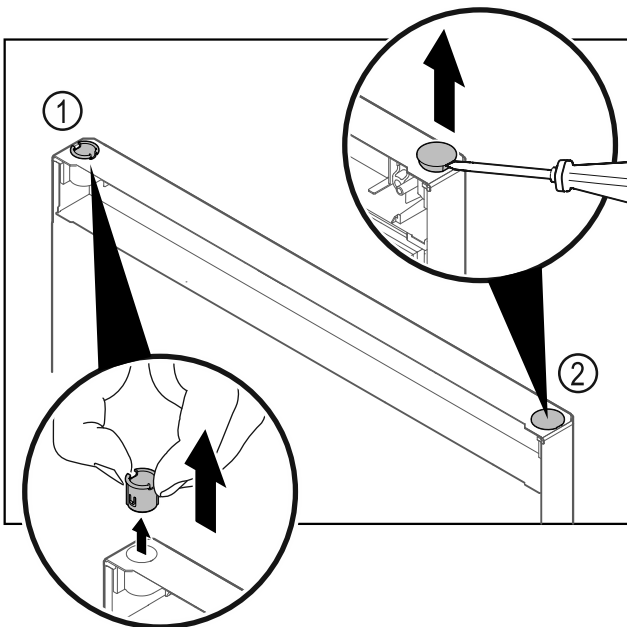

Fig. 22 Πόρτα τμήματος συντήρησης
- ▶ Τραβήξτε έξω την υποδοχή μεντεσέ Fig. 22 (1) με τα δάχτυλα.
- ▶ Ανασηκώστε προσεκτικά την τάπα Fig. 22 (2) με ένα ίσιο κατασαβίδι και τραβήξτε την έξω.